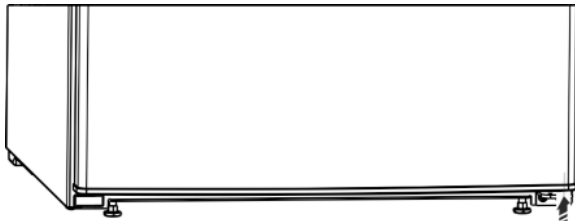

Fig. 6
- Das Distanzteil Fig. 6 (13) wieder rechts unten in die Tür einsetzen, weil es wichtig für die Standfestigkeit des Geräts ist.